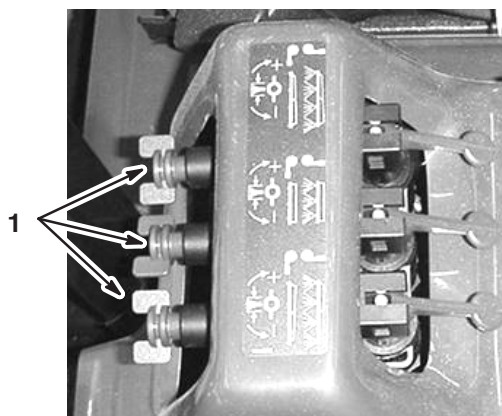

Figure 25
12. Réglez la soupape de dérivation de rampe (Fig. 25) de la rampe que vous avez mise hors service jusqu’à ce que la valeur indiquée au manomètre soit la même qu’au point 10.